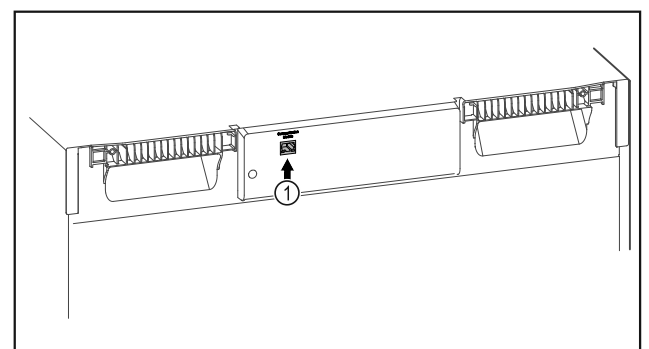

Fig. 126
- SmartModule Fig. 126 (1) er indsat.